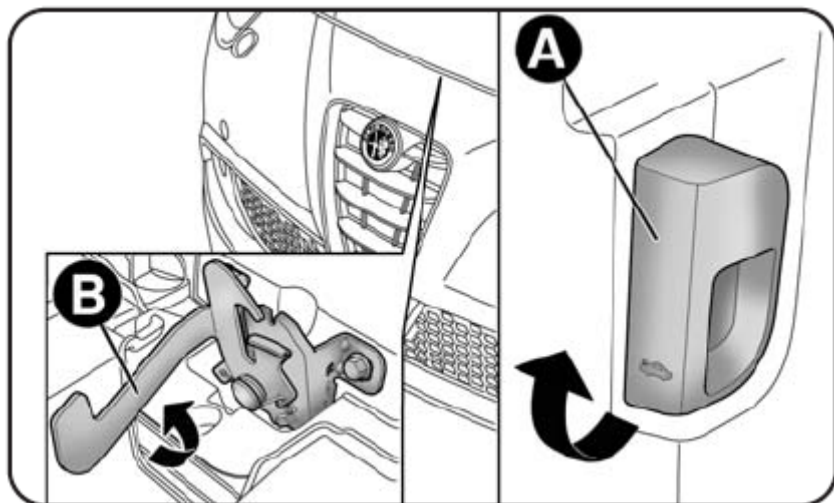

Рис. 66
- Потянуть рычаг **A** – **РИС. 66** по направлению стрелки;